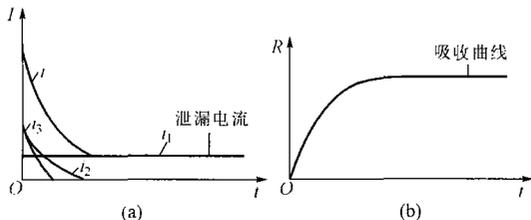

图 F-2
答：（1）当直流电压作用到介质上时，在介质中通过的电流  $I$  由三部分组成：泄漏电流  $i_1$ 、介质电流  $i_2$  和充电电流  $i_3$ 。各电流与时间的关系见图 F-2（a）。（2 分）
(2) 合成电流  $I=i_1+i_2+i_3$ 。I 随时间增加而减小，最后达到某一稳定值。绝缘电阻随时间变化的曲线叫吸收曲线，见图 F-2 (b)，绝缘电阻受潮后，泄漏电流大，绝缘电阻降低而且很快达到稳定值。绝缘电阻达到稳定值的时间越长，说明绝缘状况越好。(3 分)
(3) 测量绝缘电阻是检查电缆线路绝缘状态的最简单、最基本的方法。测量绝缘电阻一般使用兆欧表（俗称摇表）。由于极化和吸收作用，绝缘电阻读测值与加电压时间有关。如果电缆过长，电容较大，充电时间长，手摇兆欧表时间长，人易疲劳，不易测得准确值，故测量绝缘电阻的方法适于不过长的电缆。测量时一般兆欧表转速在 120r/min 的情况下，读取加电压 15s 和 60s 时的绝缘电阻值 ( $R_{15}$  和  $R_{60}$ )。以  $R_{15}/R_{60}$  作为一个参数称为吸收比。在同样测试条件下，值越大，电缆绝缘越好。(5 分)